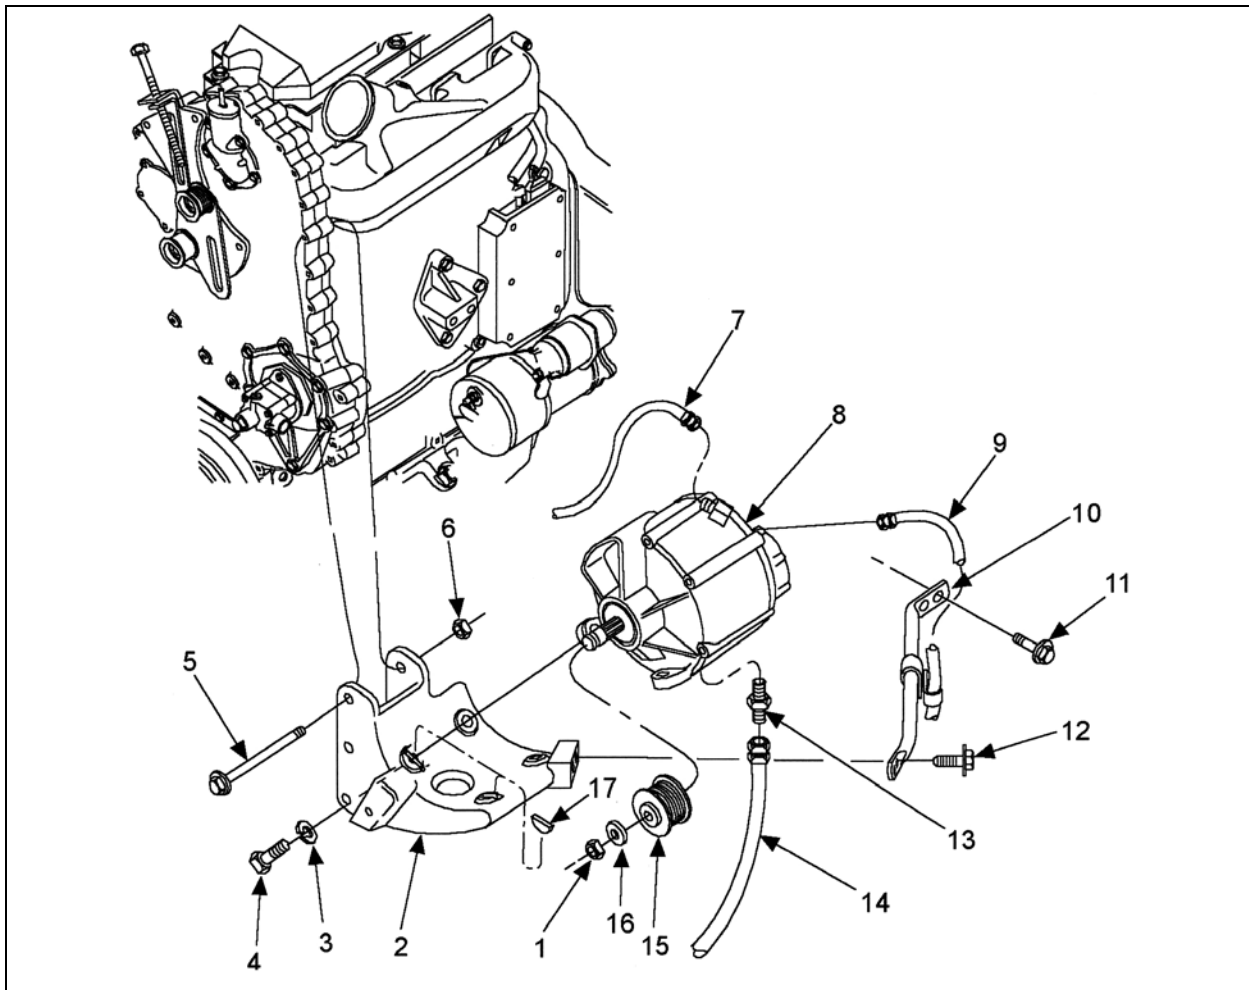

FIGURE 3 : ALTERNATEUR DELCO, ANCIENNE INSTALLATION
5. Si un tendeur à vis est installé (tel qu'illustré à la figure 3), desserrer les vis d'ajustement du tendeur, ainsi que les boulons de montage de l'alternateur.